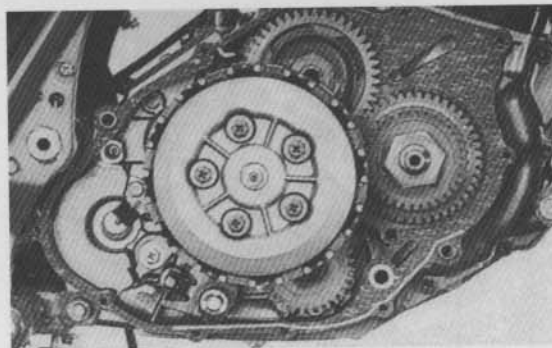

Bild 119
- Zwei Passhülsen einsetzen und neue Dichtung auflegen (Bild 119).